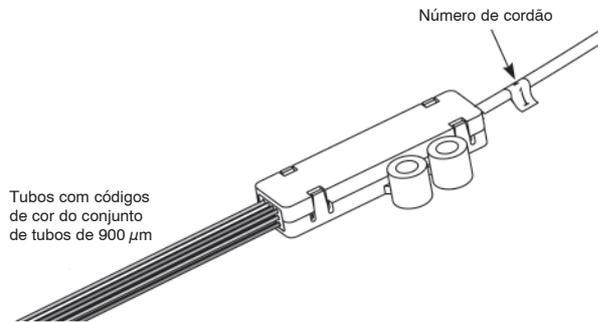

Figura 29
**10.1** Para ajudar na identificação e manutenção dos conjuntos de fan-outs, utilize marcadores de fio numerados para identificar individualmente cada BTF relativamente ao seu número de cordão, se os cordões não forem facilmente distinguíveis (Figura 29).